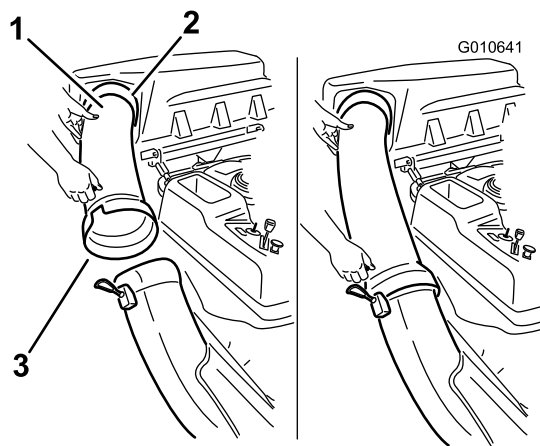

Bild 25
2. Schieben Sie das breite Ende des Auswurfrohrs über das Ende des Auswurfkanals. Schieben Sie die Gummihalterung auf den Auswurfkanal, bis sie über dem Stift am Auswurfrohr einrastet, und der Auswurfkanal befestigt ist (Bild 25).
1. Schieben Sie das gekrümmte Ende des Auswurfrohrs in die Öffnung in der Abdeckung des Heckfangsystems (Bild 25).